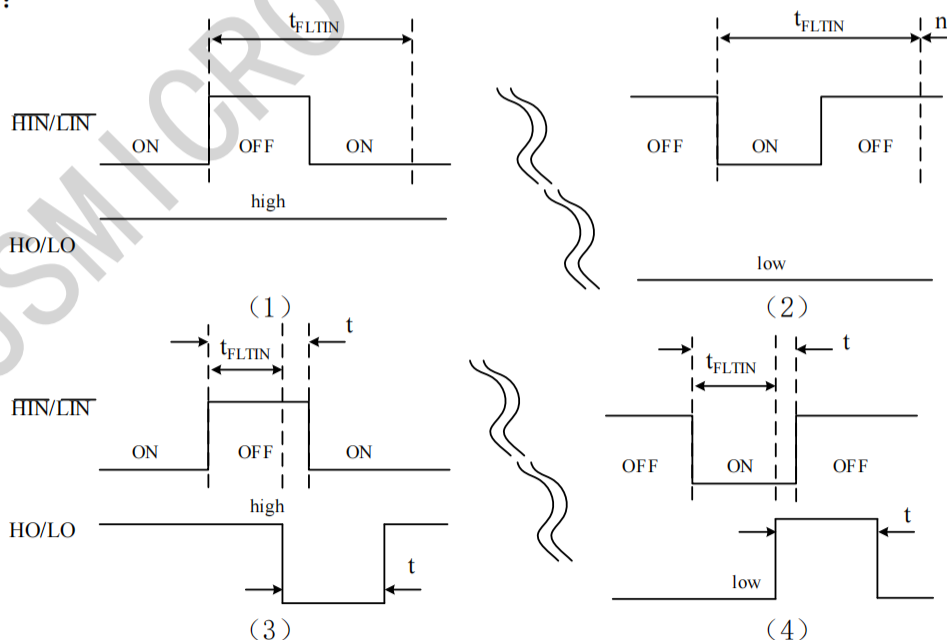

图 7-2 输入滤波波形定义
要给出下一个触发沿信号，输出才会产生变化。每个信号输入端口均通过一个 40KΩ 的电阻上拉至内部基准 VDD，浮空时将被置为高电平输入。每个信号输入端口（包括 EN 使能端口）均包含有滤波功能，不会被低于滤波时间的脉冲触发，当包含滤波功能的端口输入信号发生变化时，其持续时间小于输入滤波时间，输出端口均不受到影响产生变化。当输入信号变化持续时间大于输入滤波时间，输出端口则随输入信号发生改变，并与其保持同等时间，如图 7-2 所示：
(1) 当输入正脉冲信号时，且该脉冲信号宽度小于滤波宽度 ($t < t_{FLTIN}$)，如图 7.2(1)所示。输出信号不发生变
(2) 当输入正脉冲信号时，且该脉冲信号宽度大于滤波宽度 ($t > t_{FLTIN}$)，如图 7.2(3) 所示。输出信号发生变化，触发一个持续时间为 t (同输入脉宽时间) 的低电平后恢复高电平；
(3) 当输入负脉冲信号时，且该脉冲信号宽度小于滤波宽度 ($t < t_{FLTIN}$)，如图 7.2(2) 所示。输出信号不发生变化，持续为低电平；
(4) 当输入负脉冲信号时，且该脉冲信号宽度大于滤波宽度 ($t > t_{FLTIN}$)，如图 7.2(4) 所示。输出信号发生变化，触发一个持续时间为 t (同输入脉宽时间) 的高电平后恢复低电平。